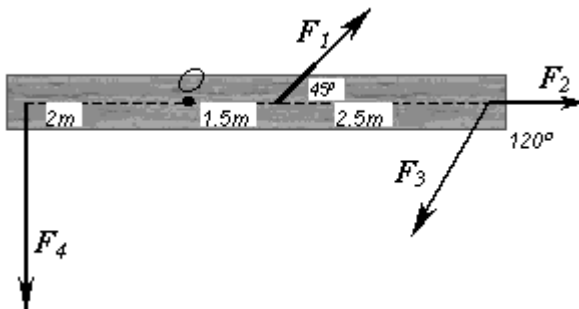

Figura 6.10 Problema 6.4
- 6.4 La figura 6.10 muestra las fuerzas $F_1=40 \text{ N}$, $F_2=30 \text{ N}$, $F_3=50 \text{ N}$, $F_4=60 \text{ N}$ aplicadas a un cuerpo rígido que puede girar en torno de un eje que pasa por O . Calcular el torque resultante. R: -10.8 Nm.